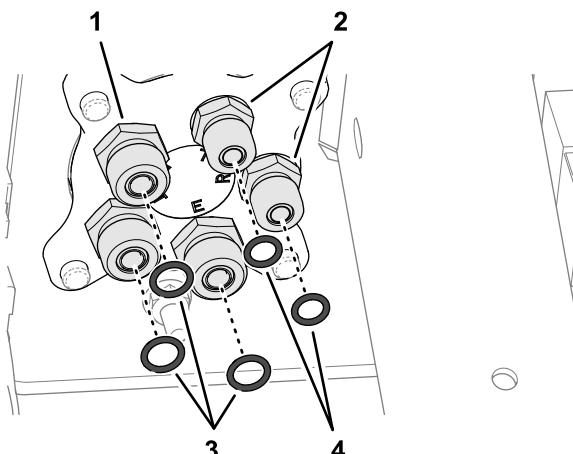

Figura 112
1. Retire las 3 juntas tóricas de la cara de los acoplamientos -6 de la válvula de dirección (Figura 112).
2. Instale 3 juntas tóricas nuevas de 9,2 mm/1,8 mm en las ranuras de los acoplamientos -6 (Figura 112).
3. Retire las 2 juntas tóricas de la cara de los acoplamientos -4 de la válvula de dirección (Figura 112).
4. Instale 2 juntas tóricas nuevas de 7,6 mm/1,8 mm en las ranuras de los acoplamientos -4 (Figura 112).